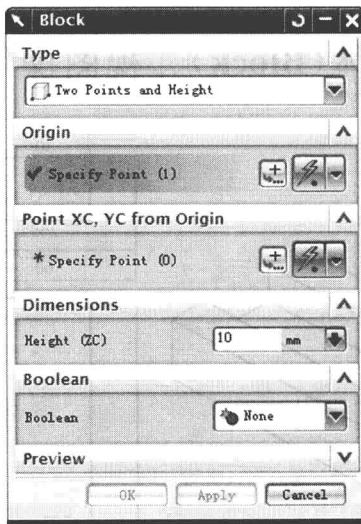

图 1-10 Block(长方体)对话框——类型是“两个点与高度”
②类型(Type):以“两个点与高度(Two Points and Height)”创建长方体。如图 1-10 所示设置 Block(长方体)对话框。